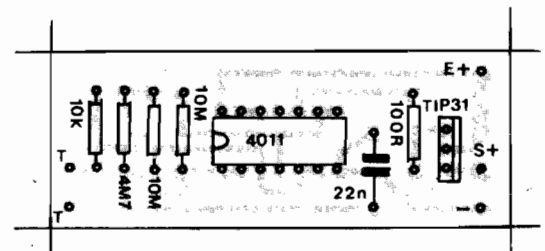

FIG. 4-P
**- FIG. 4-P - “CHAPEADO” DA MONTAGEM** - Agora, passamos à montagem propriamente, usando como gabarito o costumeiro “chapeado”, ou seja: uma vista real da placa, pela sua face não cobreada, com todas as principais peças devidamente posicionadas, identificadas pelos seus códigos, valores e outros detalhes “visuais” importantes... Observem mais cuidadosamente o posicionamento